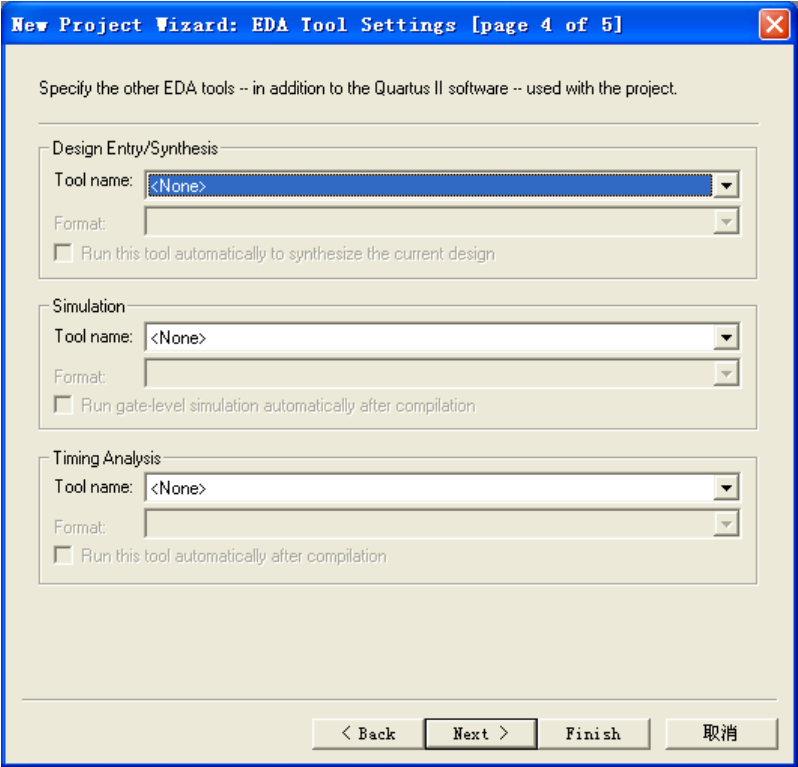

图 3-7 设置 EDA 工具
6. 设置 EDA 工具。设计中可能会用到的 EDA 工具有综合工具、仿真工具以及时序分析工具。本次实验中不使用这些工具，因此点击 **Next** 直接跳过设置。如图 3-7。